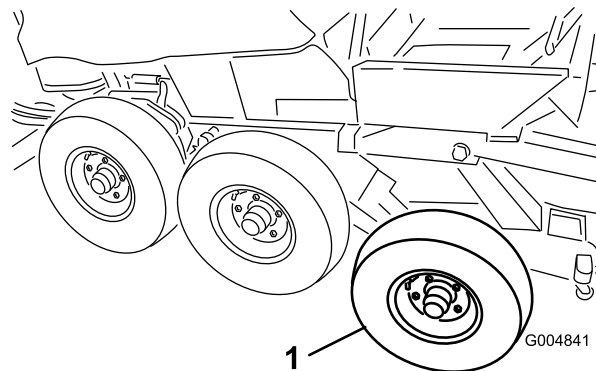

Figura 54
1. Arandela y tuerca sobre el espárrago del pivote del bogie (2)
17. Retire los neumáticos delantero y central del conjunto de invierno (Figura 54).